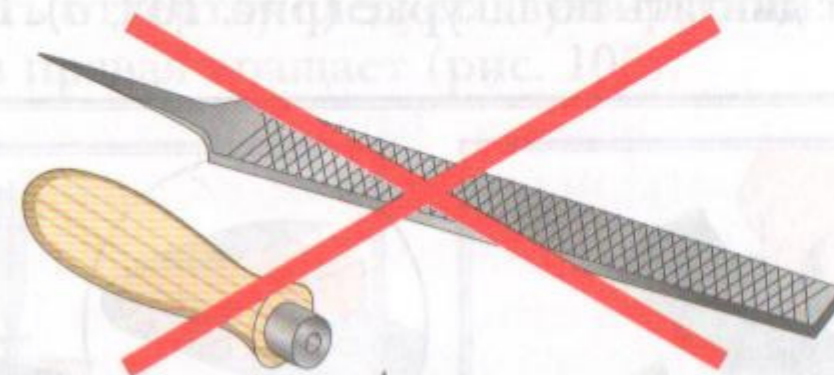

Рис. 99
1. Перед началом работы проверить, хорошо ли держится ручка на хвостовике напильника (рис. 99).